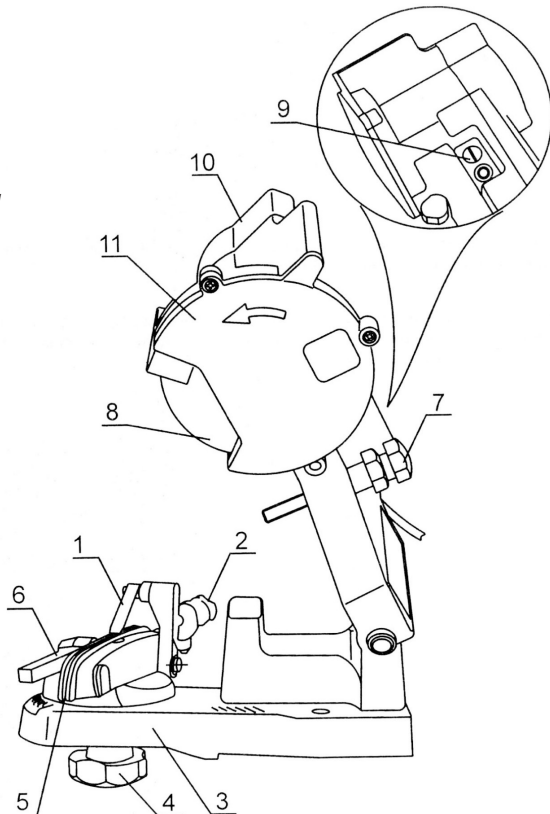

Рис. 1
- **Никогда не работайте со станком без кожуха 11 (рис. 1), защищающего заточной диск.**
- Всегда проверяйте заточной диск **8** (рис. 1), включив станок на 30–60 сек без контакта его с цепью.